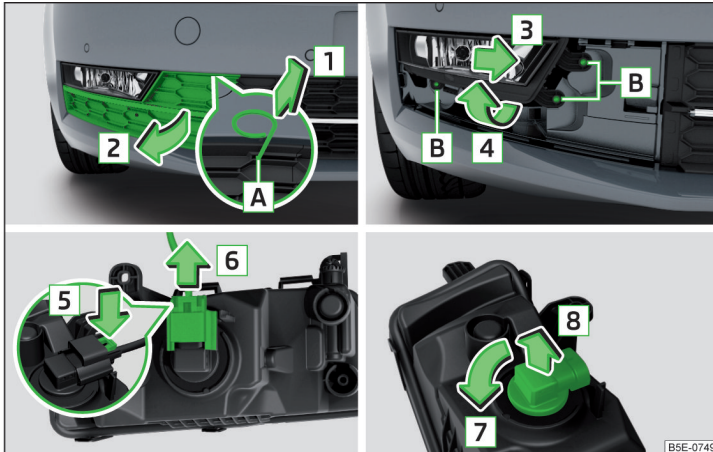

Abb. 364 Nebelscheinwerfer herausnehmen / Glühlampe wechseln - Variante 1
- In die Öffnung **A** » Abb. 364 den Bügel zum Abziehen der Radvollblenden einführen.
- Den Nebelscheinwerfer entgegen der Pfeilrichtung **4** » Abb. 364 einsetzen, entgegen der Pfeilrichtung **3** verschieben und festschrauben.